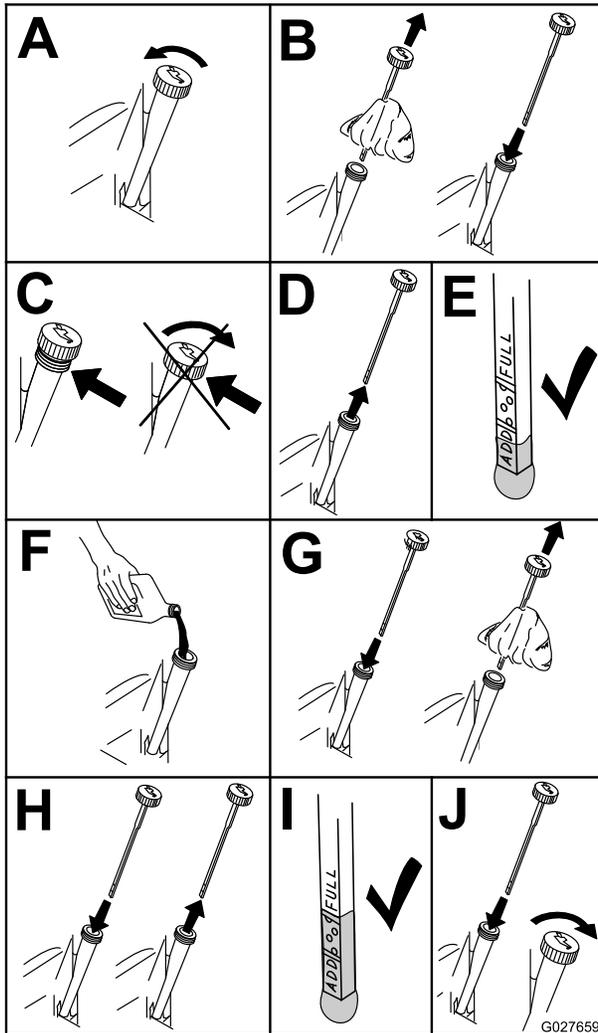

Figura 52
- Prima di scendere dalla postazione di guida spegnete il motore, toglie la chiave di accensione e attendete che si fermino tutte le parti in movimento (Figura 52).